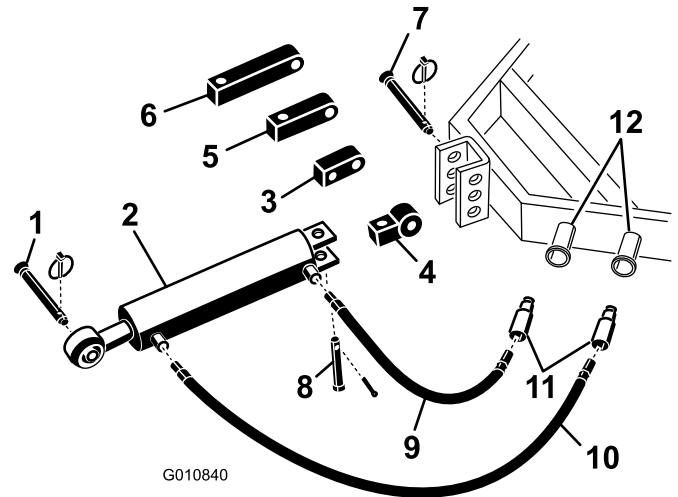

Bild 5
1. Befestigen Sie das Verbindungslenkerende des hydraulischen Oberlenkers mit den Stiften (wurden mit dem Traktor ausgeliefert) am Traktor (Bild 5). Drehen Sie den hydraulischen Oberlenker so, dass das Stangenende zum Aerifizierer zeigt. Die Zylinderanschlüsse sollten zur Hilfsaggregathydraulik am Traktor zeigen.
Hinweis: Wenn Sie den hydraulischen Zylinder so positionieren müssen, dass die Anschlüsse nach oben zeigen, ändern Sie die Zylinderposition mit einem Drehblock statt des normalen Befestigungsblocks (Bild 5). Sie können auch ein 90-Grad-Hydraulikanschlussstück statt des Drehblocks verwenden (Befestigungen werden nicht mitgeliefert).
- A. Entfernen Sie den Splint und Stift, mit denen der Standardverbindungslenker am Zylinder befestigt ist (Bild 5). Nehmen Sie den Verbindungslenker vom Zylinder ab.
- B. Montieren Sie den Drehblock mit den vorher entfernten Stiften am Zylinder (Bild 5).
2. Schließen Sie den 106 cm langen Hydraulikschlauch an den Anschluss am hydraulischen Oberlenker an, der dem Aerifizierer am nächsten ist (Bild 5). Wickeln Sie Teflonband um das Schlauchgewinde oder tragen Sie Gewindedichtmittel auf, um undichte Stellen zu vermeiden.
3. Schließen Sie den 76 cm langen Hydraulikschlauch an den Anschluss am hydraulischen Oberlenker an, der dem Traktor am nächsten ist (Bild 5). Wickeln Sie Teflonband um das Schlauchgewinde oder tragen Sie Gewindedichtmittel auf, um undichte Stellen zu vermeiden.
Wenn der hydraulische Zylinder die Befestigungshalterung am Aerifizierer nicht berührt, verwenden Sie statt des normalen Befestigungsblocks einen Verlängerungsblock, um den Zylinder am Traktor zu befestigen (Bild 5).
- B. Montieren Sie den Verlängerungsblock mit der gewünschten Länge mit den vorher entfernten Stiften am Zylinder (Bild 5).